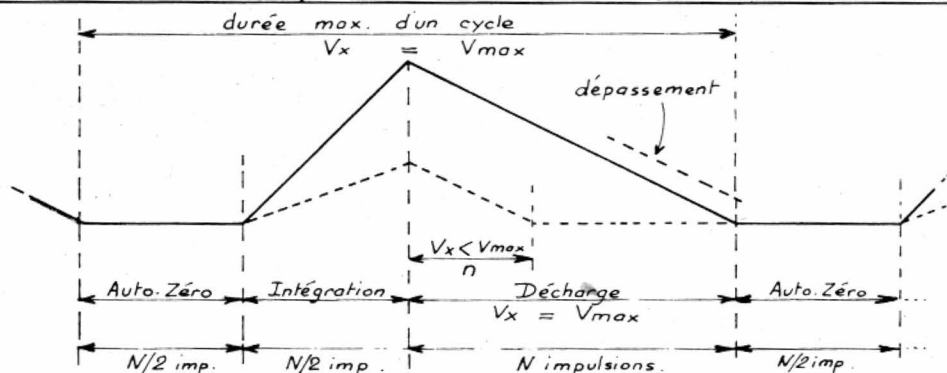

Fig. 6. - Double rampe avec phase d'auto-zéro.
- Un système d'auto-zéro a été ajouté de manière que le convertisseur indique bien 0 lorsque la tension d'entrée est nulle. Pour assurer le fonctionnement de cette correction, une phase supplémentaire a été ajoutée. Elle précède la phase d'intégration de la tension V_x et dure le même temps que celle-ci : 10 000 impulsions d'horloge, pour les « 20 000 points », 1 000 seulement pour les « 2 000 points » (voir fig. 6).